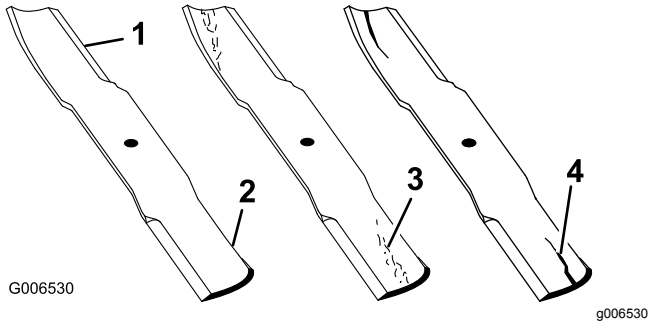

Figure 81
1. Examinez le tranchant des lames (Figure 81).
4. Remplacez immédiatement toute lame fendue, usée ou qui présente une entaille (Figure 81).